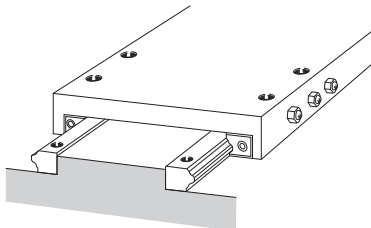

Рис.23
- a. Желательно использовать три болта регулировки зазора для каждой каретки LM, как показано на Рис.23.